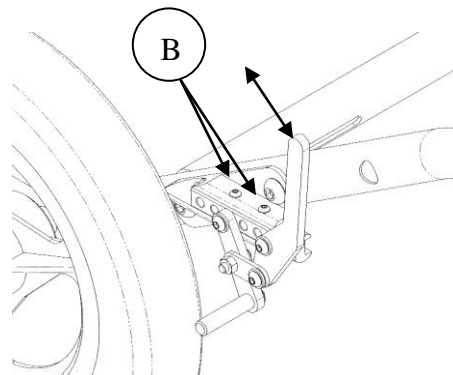

Figure 33 – Réglage du frein
1. Desserrer les vis **B** avec une « clé hexagonale 4 mm » (Figure 33);